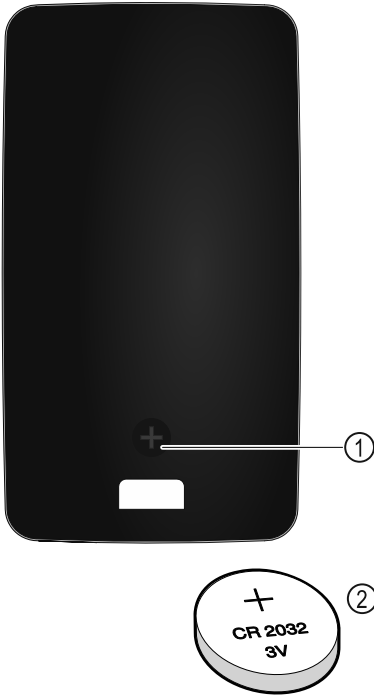

Fig. 151
Die Stromversorgung der Fernsteuerung erfolgt über eine Batterie des Typs CR 2032 mit 3V Fig. 151 (2), welche im Fachhandel erhältlich ist.
- ▶ Schraube Fig. 151 (1) auf Rückseite der Fernbedienung herausdrehen.